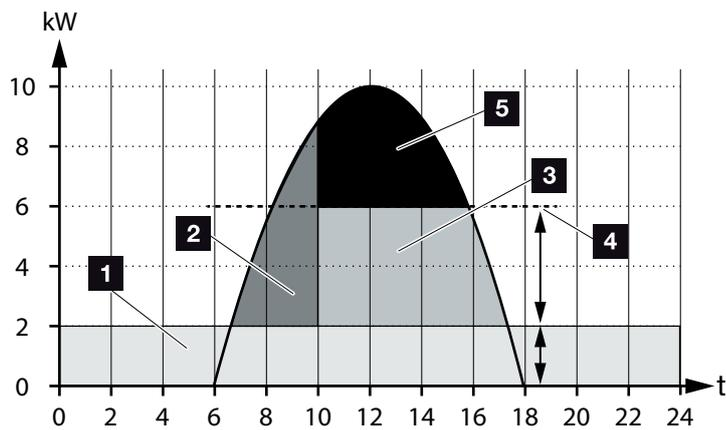

Fig. 56: Regulação sem comando inteligente da bateria
Na  **Fig. 56, pos. 4** é possível ver que, sem um comando inteligente da bateria, a energia FV produzida permanece, sobretudo com uma irradiação solar elevada, inutilizada, por exemplo, devido à limitação a cerca de 50 % pela regulação da KfW.